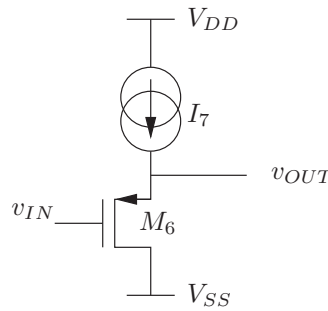

FIG. 1 – Etage suiveur conventionnel
On considère l'étage suiveur conventionnel de la figure 1. On note  $I_7$  le courant le polarisant. Le signal entre sur la grille du transistor PMOS dénommé  $M_6$  et sort sur sa source.
1. Le transistor  $M_6$  étant supposé fonctionner en régime saturé, montrez que l'entrée  $v_{IN}$  et la sortie  $v_{OUT}$  de l'étage suiveur conventionnel représenté à la figure 1 sont reliées par l'expression suivante :
Afin de construire un étage suiveur possédant un décalage de tension quasi nul ainsi qu'une résistance de sortie beaucoup plus faible, nous proposons d'adjoindre au montage de la figure 1 un amplificateur opérationnel permettant d'asservir le signal de sortie au signal d'entrée (figure 2-a). Cet amplificateur opérationnel est simplement réalisé par l'étage différentiel constitué des transistors  $M_1$ ,  $M_2$ ,  $M_3$ ,  $M_4$  et  $M_5$  (figure 2-b). D'autre part, la source de courant  $I_7$  de la figure 1 est réalisée par le transistor  $M_7$ . Pour stabiliser le système, une capacité de compensation  $C_c$  a été placée en sortie de l'étage